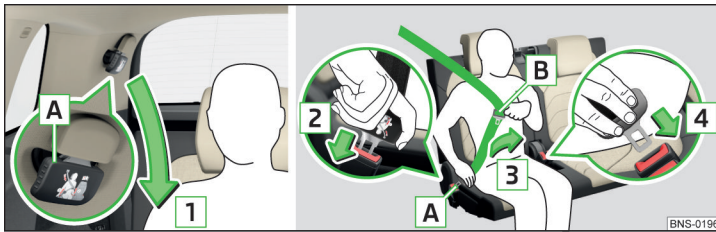

Abb. 20 Sicherheitsgurt der dritten Sitzreihe anlegen / ablegen
- › Den Gurt an der Schlosszunge [A] » Abb. 20 langsam nach unten in Pfeilrichtung [1] ziehen.
- › Die Schlosszunge [A] » Abb. 20 fassen und die rote Taste im Gurtschloss drücken, die Schlosszunge springt heraus.